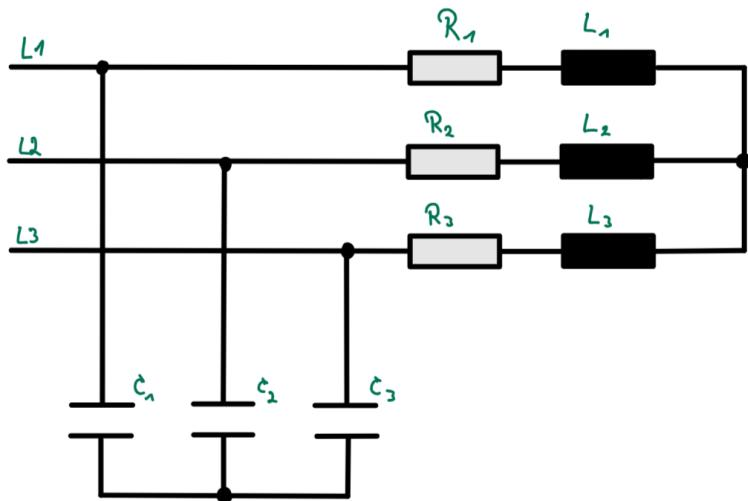

Abbildung 13: Skizze zur Kompensation - Symmetrischen Drehstromlast in Sternschaltung
- a) Bestimmen Sie die komplexen Effektivwerte der Spannungen  $U_{1N}$ ,  $U_{2N}$ ,  $U_{3N}$  und  $U_{NK}$  und der Ströme  $I_1$ ,  $I_2$ ,  $I_3$  und  $I_K$  bei der unsymmetrischen Drehstromlast nach Bild 13 mit angegeschlossenem Neutralleiter. (Gruppe: A2a).
- b) Bestimmen Sie die komplexen Effektivwerte der Spannungen  $U_{1N}$ ,  $U_{2N}$ ,  $U_{3N}$  und  $U_{NK}$  und der Ströme  $I_1$ ,  $I_2$ ,  $I_3$  und  $I_K$  bei der unsymmetrischen Drehstromlast nach Bild 13 ohne angeschlossenem Neutralleiter. (Gruppe: A2a)